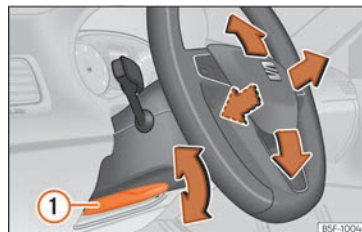

Fig. 20 Levier sur la partie inférieure latérale gauche de la colonne de direction.
• Régler la position du volant : tirez le levier » **fig. 20 ①** jusqu'en bas, déplacez le volant sur la position désirée puis remontez le levier en position de verrouillage.